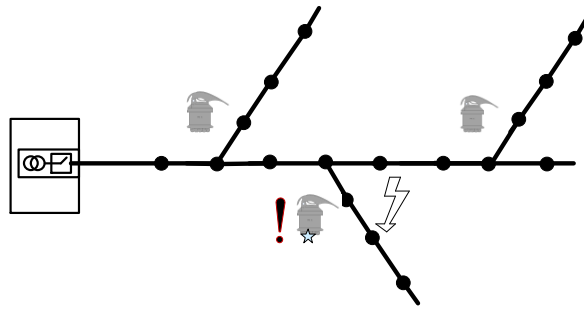

Рисунок 11 – Установка индикаторов на линии с коротким стволом и длинными ответвлениями
- на линии с коротким стволом и длинными ответвлениями индикаторы устанавливаются на ответвлениях вблизи мест разветвления, на ближайших к месту разветвления промежуточных опорах (Рисунок 11);